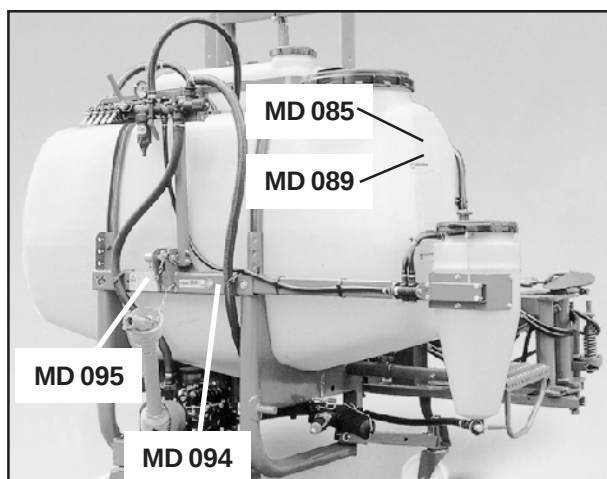
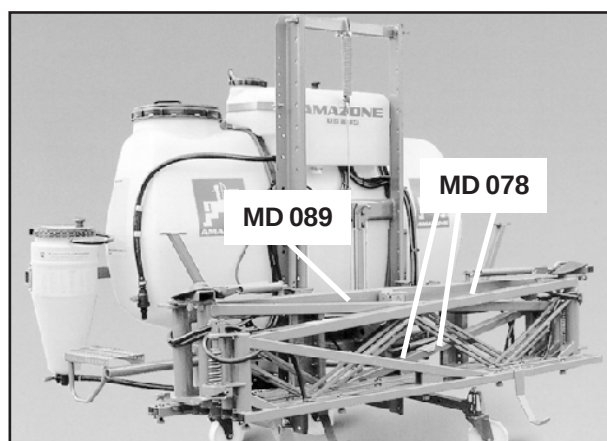

Fig. 2.1
Fig. 2.2
- Fig. 2.1, fig. 2.2 och 2.3 visar placeringen av de olika varnings- och anvisningsskyltarna på maskinen. Respektive varnings- och anvisningstext finns på följande sidor.